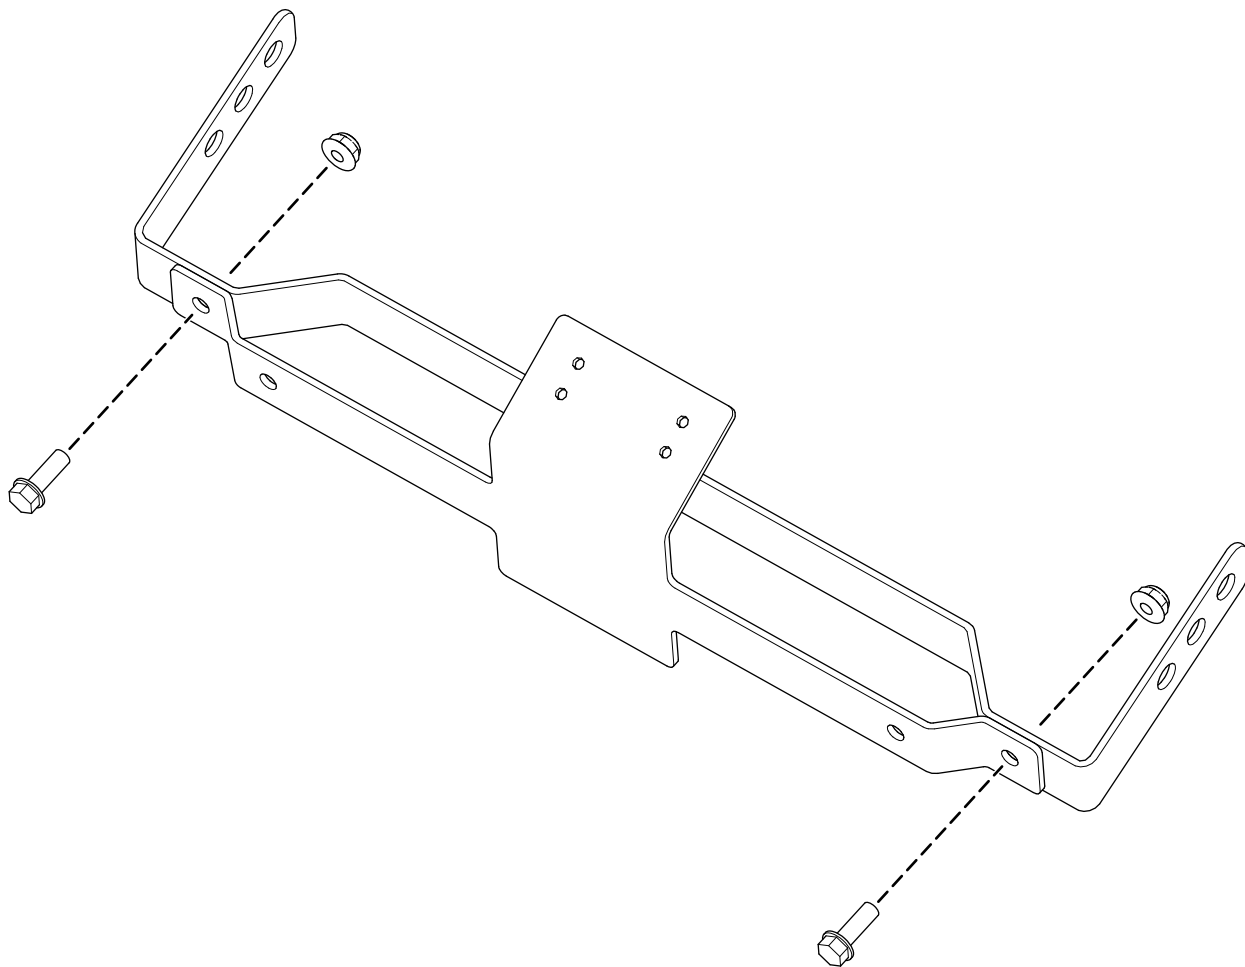

Рисунок 6
1. Прикрепите заgroundанный держатель зеркала к держателю зеркала черного цвета с помощью 2 болтов с шестигранным буртиком ($\frac{1}{4} \times \frac{3}{4}$ дюйма) и 2 контргаяк ($\frac{1}{4}$ дюйма), как показано на Рисунок 6.